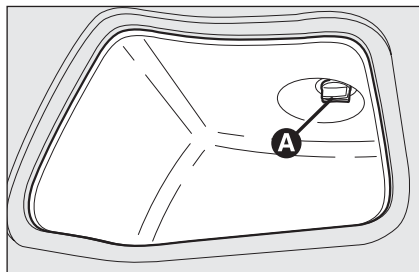

fig. 34
- ☐ quitar la tapa de protección interviniendo en el dispositivo **A-fig. 34**;